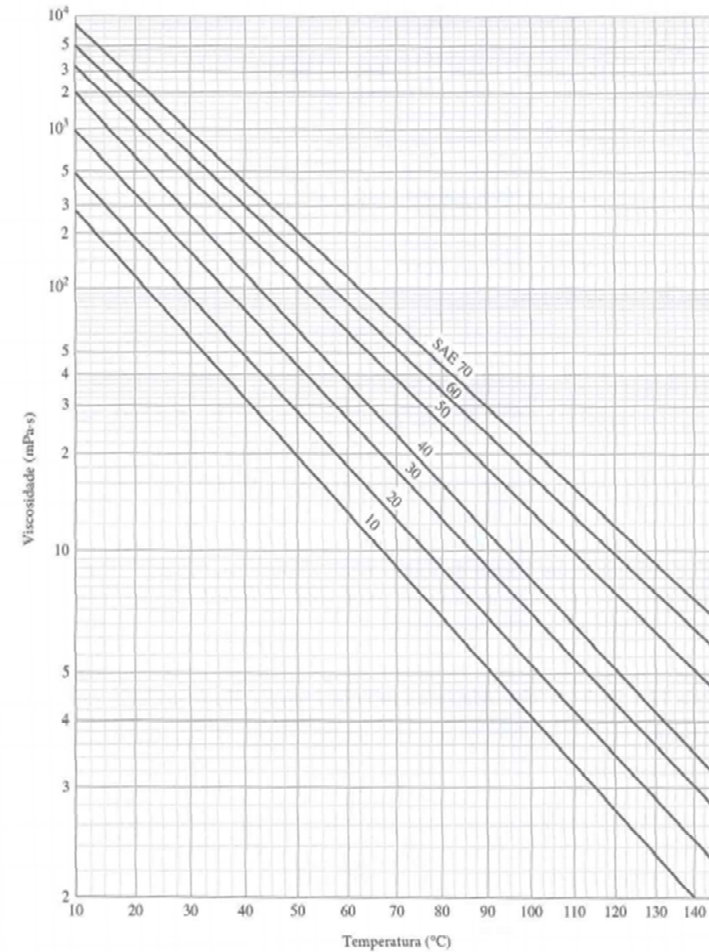

FIGURA 17.1 Viscosidade de óleos SAE. Adaptado a partir de Budynas.
2) Para a viscosidade definida torna-se possível encontrar a designação do óleo SAE, com a correspondente temperatura de operação a partir da Figura 17.1. Assim:
Da Figura 17.1  $\Rightarrow \mu = 180\text{mPa}\cdot\text{s}$